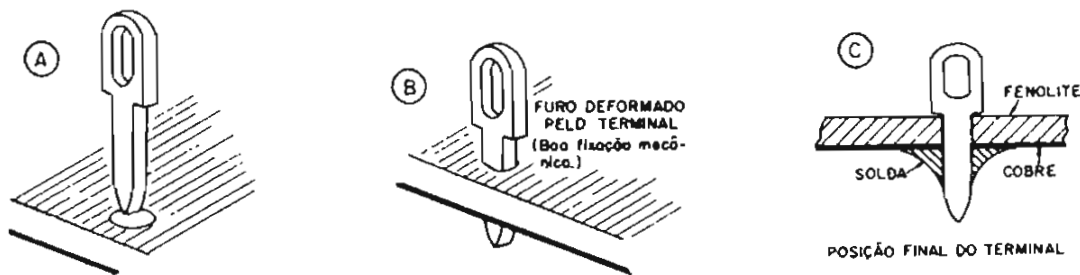

Figura 9 - Modo correto de inserir e soldar os terminais na placa de fiação impressa principal
- 1 - Coloque e solde os 14 terminais da placa principal nos orifícios indicados com as letras de A até N. Use pressão moderada para inserir os terminais, evitando rachar a placa de fiação impressa. (Veja figura 9).